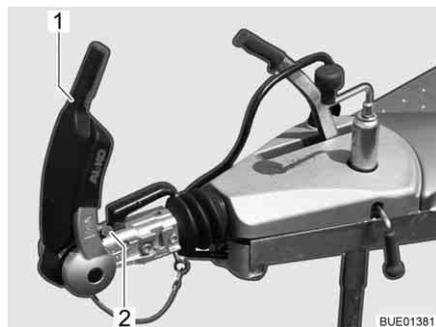

Fig. 203 Visualizador Forros de fricción adelante y atrás
- Abrir el tirador de estabilización (Fig. 203,1).
El control se realizará a través del visualizador delante de la palanca de acoplamiento (Fig. 203,2).